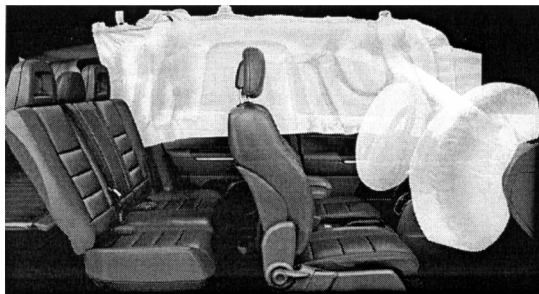

图 9-2 多气囊系统
1) 按照气囊的数量分为单气囊系统（只装在驾驶人侧）、双气囊系统（驾驶人和前排乘员侧各有一个安全气囊）和多气囊系统（驾驶人和前排乘员侧安全气囊、侧面安全气囊等）。图 9-2 所示为多气囊系统轿车。